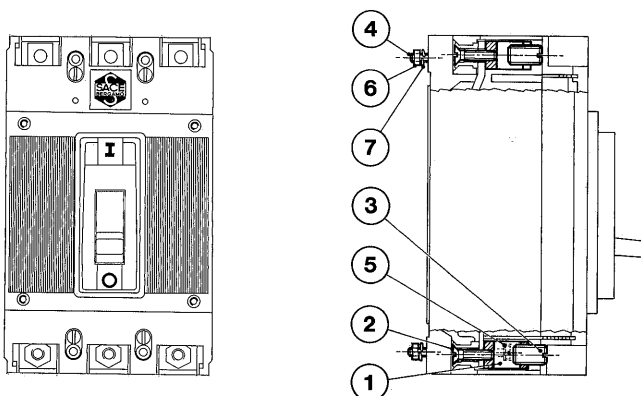

Fig. 10
7.3. Trasformazione dell'interruttore base in interruttore fisso con attacchi per cavi (fig. 10)
- b) infilare i morsetti (1) nelle apposite sedi fissandoli agli attacchi dell'interruttore con le viti (2) avendo cura di stringerle a fondo
- c) avvitare i grani (3) nei morsetti (1)
- d) infilare nei loro fori le 4 viti (4) con le rosette piane (5) e posteriormente avvitare i dadi (6) con le rosette elastiche (7)